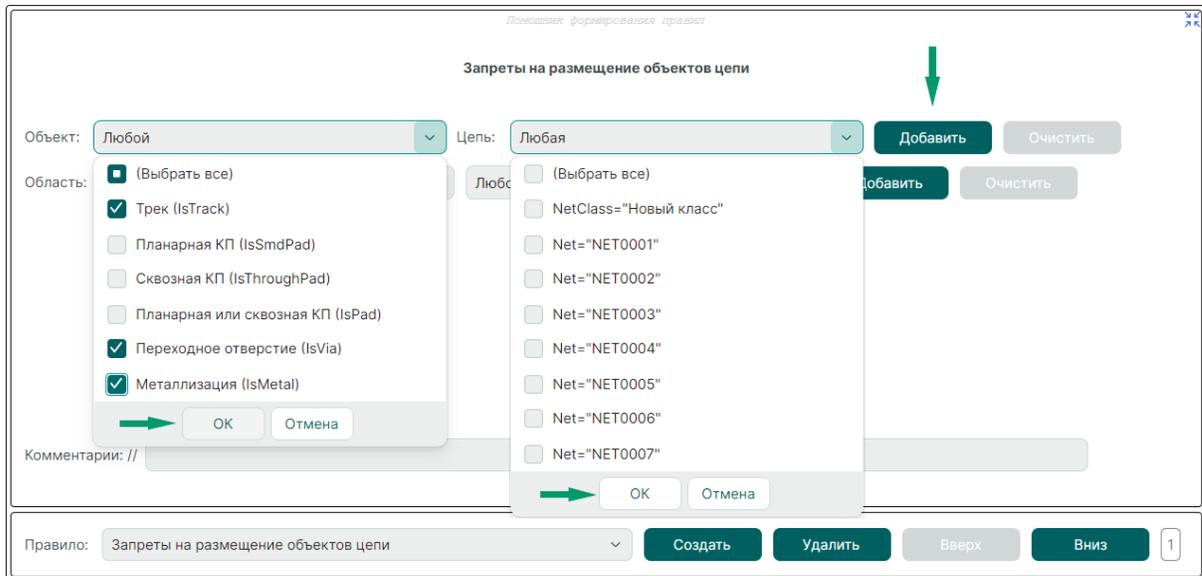

Рис. 173 Выбор объектов, запрещенных к размещению
4. Далее определите объекты, запрещенные для размещения в регионе. Объекты могут принадлежать или не принадлежать цепям и/или классам цепей, см. Рис. 173.